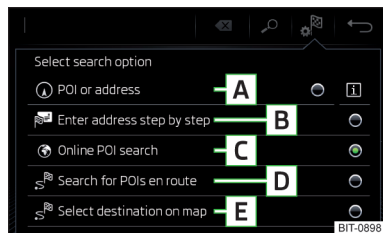

Fig. 211
Superficies funcionales » fig. 211
- » Luego pulsar la superficie funcional de un punto del menú para la búsqueda del destino **A**, **C** o **D** » fig. 211 de la pág. 190.
- Luego pulsar la superficie funcional → **E** » fig. 211 de la pág. 190.